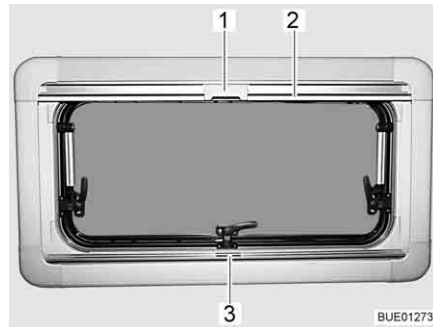

Fig. 85 Ventana abatible
- Sujetar el estor plegable por el centro del agarradero (Fig. 85,3), tirar de abajo a arriba y soltarla a la altura deseada. El estor plegable se queda fijo a esta altura.
- Tirar del agarradero de la mosquitera enrollable (Fig. 85,2) hacia abajo hasta que choque con el agarradero del estor plegable (Fig. 85,3).
- Bloquear el cierre (Fig. 85,1) de la mosquitera enrollable con el agarradero del estor plegable.
- Empujar hacia atrás el cierre (Fig. 85,1) de la mosquitera enrollable por arriba.
- Regresar la mosquitera enrollable lentamente en el agarradero (Fig. 85,2).